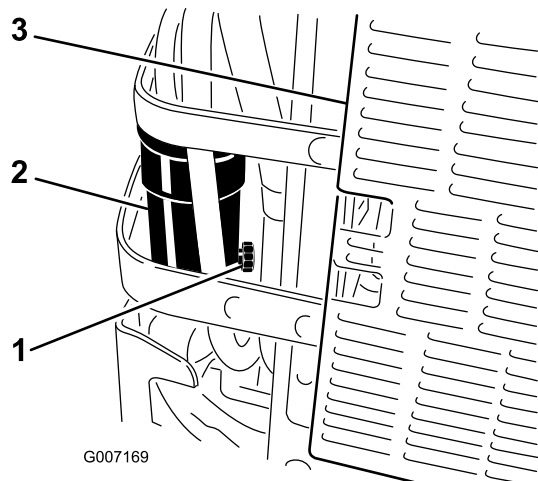

Figura 54
6. Aprite di circa un giro la valvola di spurgo sul separatore di condensa per permettere lo spurgo dell'acqua e di altre sostanze contaminanti (Figura 54).
7. Chiudete la valvola di spurgo quando inizia a fuoriuscire solamente gasolio (Figura 54).